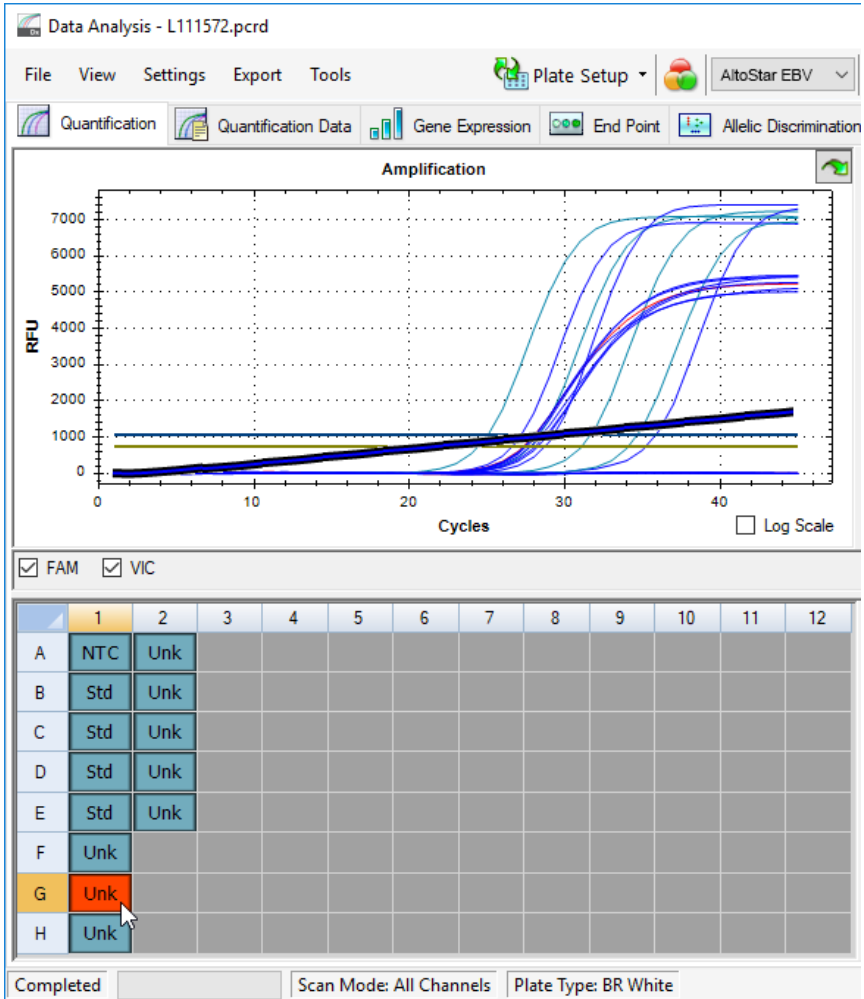

Abb. 6: Fenster Data Analysis (Datenanalyse): irreguläres PCR-Signal
- Identifizieren Sie Wells mit irregulären PCR-Signalen (lineare Signalzunahme, Signalspitzen usw.) in den Detektionskanälen FAM™ (EBV-Ziel) und VIC™ (IC) (siehe Abbildung 6).